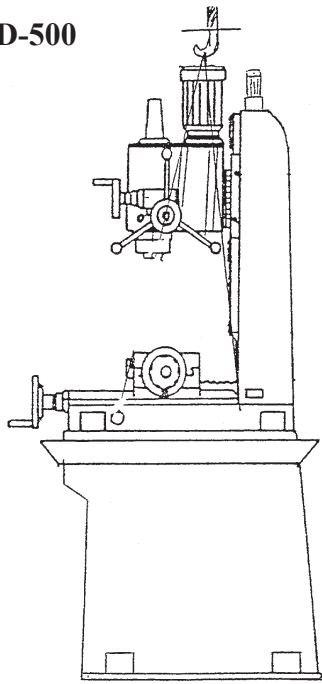

Fig. 6
8. DE VIKTIGSTE MASKINDELENES BRUK (se fig. 6)
2. Spaker Fig. 6 pos. 8 (H.L.).
3. Spaker Fig. 6 pos. 9 (1-, 2-, 3-hastighets)